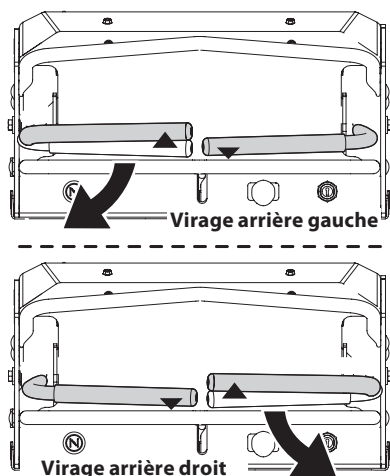

Fig. 14
1. Pour tourner à gauche en marche arrière, déplacez le levier de contrôle de gauche vers l'avant du levier de contrôle de droite (Fig. 14).
2. Pour faire demi-tour en marche arrière, déplacez le levier de contrôle droit en avant du levier de contrôle gauche (Fig. 14).